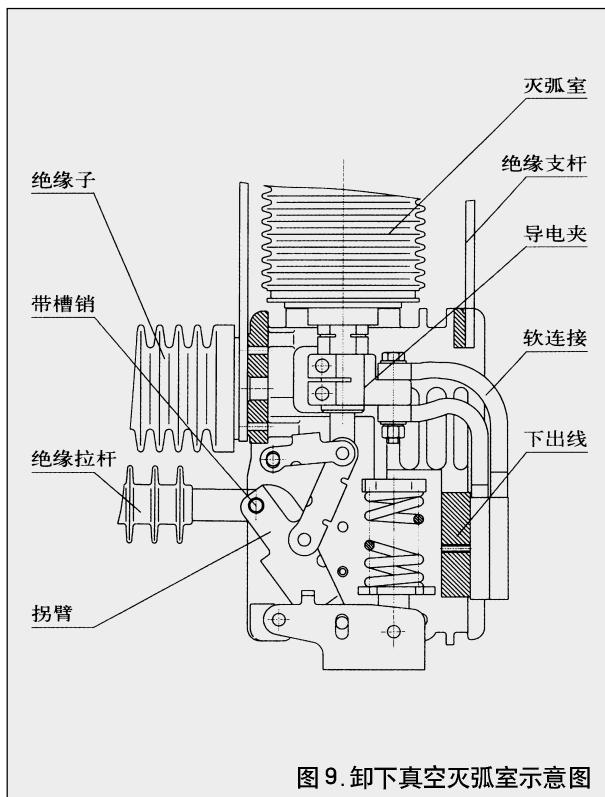

图 9. 卸下真空灭弧室示意图
- (2) 先卸下绝缘连杆与拐臂连接的带槽销，再卸下动导电杆与连杆联接的带槽销，然后拆下软联接与下出线连接的螺栓，再将导电夹卸下，最后双手握住灭弧室往上提即可卸下。(见图 9)
- (3) 将新灭弧室导电杆用钢刷刷出金属光泽后涂上工业凡士林。
- (4) 双手握紧新灭弧室装入固定板及导电夹的孔中。
- (5) 装上上出线，注意三相垂直及水平位置不超过 1mm，拧紧各部位螺栓。
- (6) 装上轴销。
- (7) 拧紧导电夹螺钉。
- (8) 装上软联接